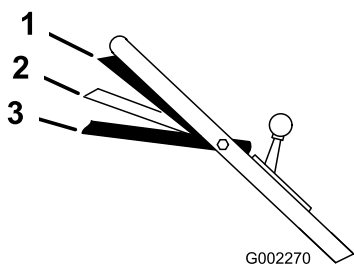

Figura 15
3. Apriete la barra de control contra el manillar hasta la posición Run/Drive (Figura 15).